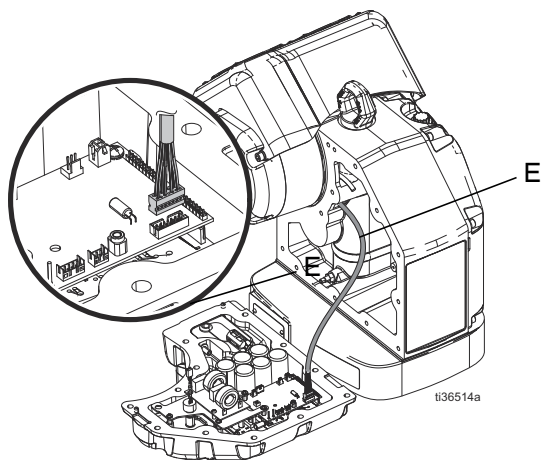

FIG. 21 : Câble du codeur
- Câble du codeur (E). Consulter FIG. 21, page 21.